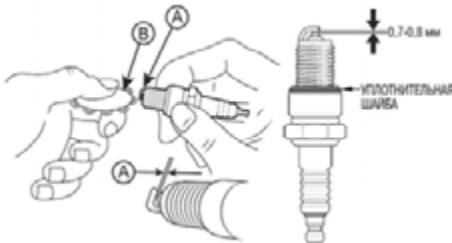

Рис. 26 Обслуживание свечи зажигания
- Измерьте зазор А между электродами свечи зажигания специальным шупом В. Зазор должен быть 0,7-0,8 мм (Рис. 26). При увеличении или уменьшении требуемого зазора, рекомендуется заменить свечу, так как регулировка зазора может привести к изменению качества искрообразования.